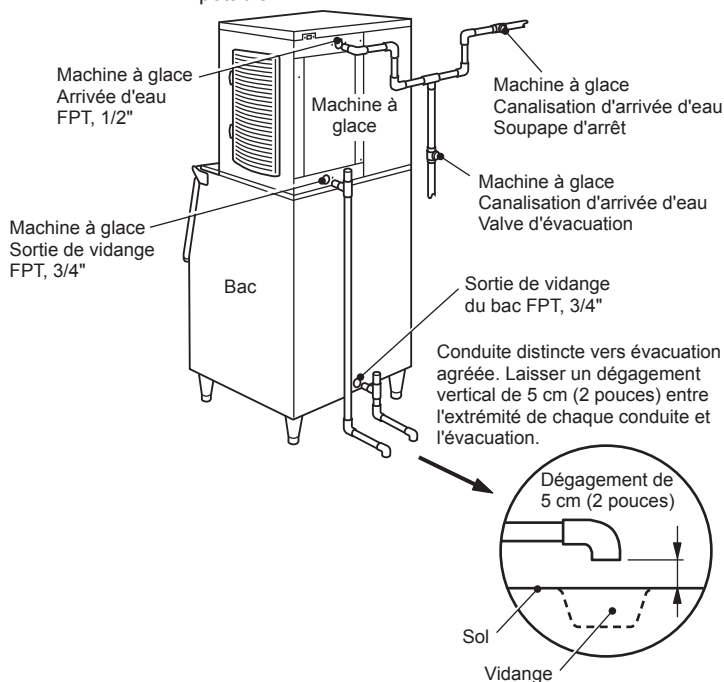

Fig. 5
- \* Un raccord en T à évent est nécessaire au flux de vidange correct. Voir fig. 5.
- \* La conduite de vidange de la machine à glace doit être distincte de la conduite de vidange de l'appareil de distribution/du bac de stockage. Voir fig. 5.